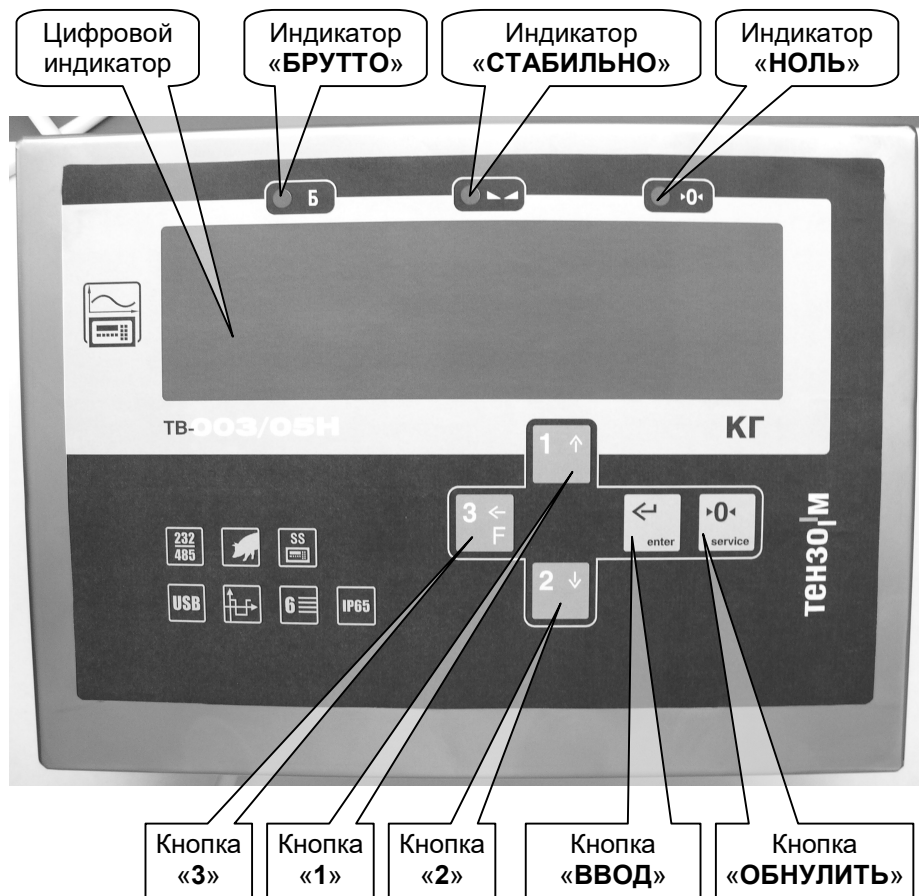

Рис. 4.1. Вид Преобразователя спереди.
На Рис. 4.1 изображён вид Преобразователя спереди.
6.2. После включения Преобразователь выполнит самотестирование, затем на цифровой индикатор (см. Рис. 4.1, стр. 5) будет кратковременно выведено название версии программного обеспечения Преобразователя: «**С.4.ххх**».
Для блокирования клавиатуры Преобразователя во время измерения и индикации веса нажмите подряд на кнопки клавиатуры «1», «2» и «2» (см. Рис. 4.1 на стр. 5). Показания веса «мигнут» и клавиатура будет заблокирована.